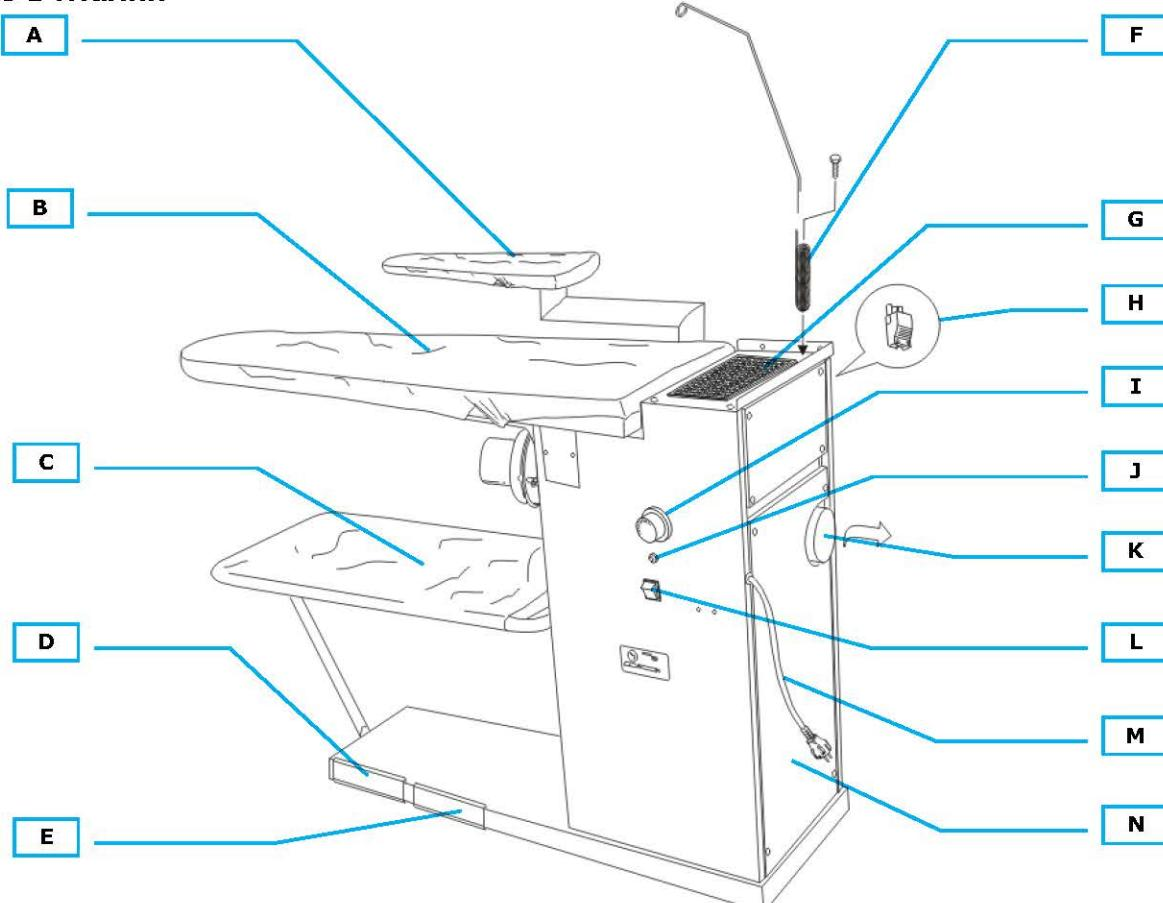

Рис. 1
4. Для моделей с опцией, вставьте гладильный рукав (рис. 1-A) и зафиксируйте его, прикрутив фиксирующие ручки. Вставьте розетку рукава в соответствующий разъем (рис. 1-H).
1. Включите главный выключатель (рис. 1-L), отрегулируйте ручку терmostата на 80/90 ° С (рис. 1-I): когда сигнальная лампочка погаснет (рис. 1-J), стол готов к использованию для глажения.